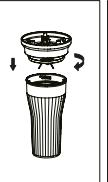

Рис. 6
- Прикрутите редуктор шейкера с ножом (9) к стакану по часовой стрелке (рис. 6).